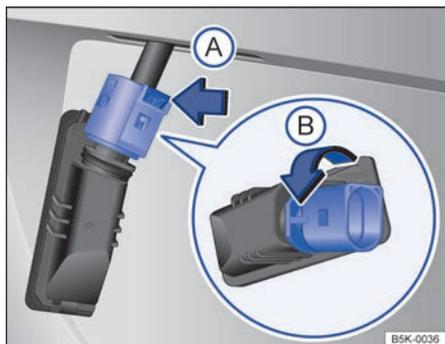

Fig. 179 Luces de matrícula: desmontaje del portalámparas.
4. Presione sobre el bloqueo del conector en el sentido de la flecha → fig. 179 (A) y desacople el conector.
5. Gire el portalámparas en el sentido de la flecha → fig. 179 (B) y extráigalo con la lámpara.
7. Coloque el portalámparas en la luz de matrícula y gírelo en el sentido contrario al de la flecha → fig. 179 (B) hasta el tope.